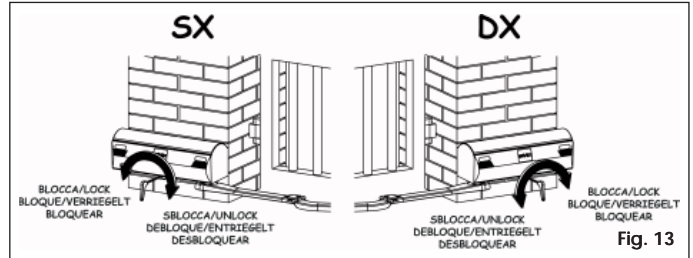

Fig. 13
- Steek de bijgeleverde inbusleutel erin en draai hem ongeveer een halve slag tot hij niet verder kan in de in Fig. 13 aangegeven richting, afhankelijk van het type montage.